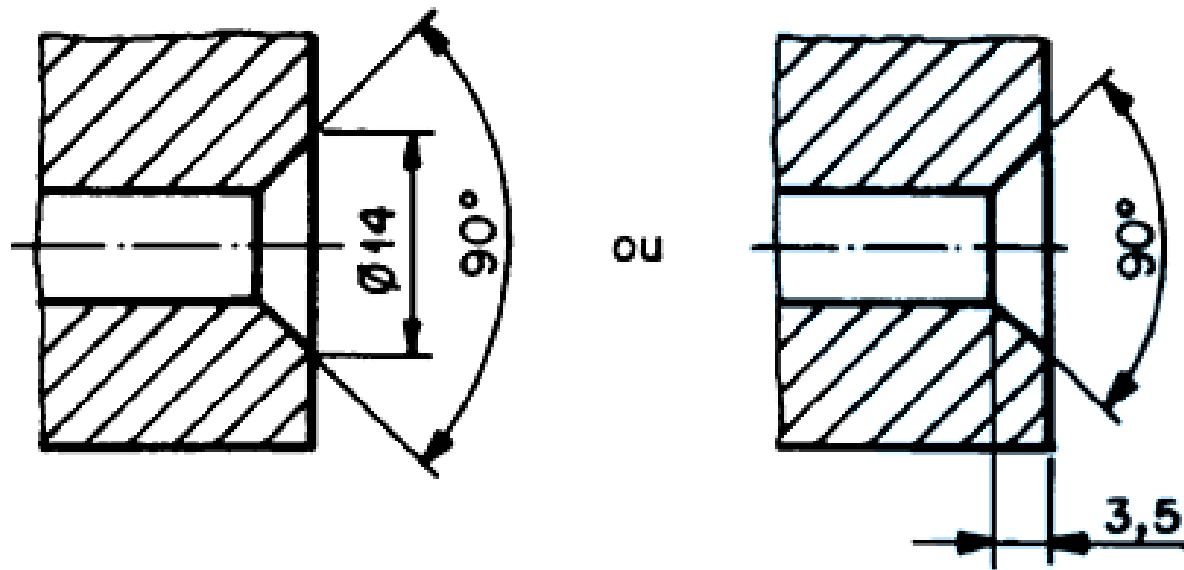

Figura 55
6.4.2 Escareados são cotados como mostra a figura 55.